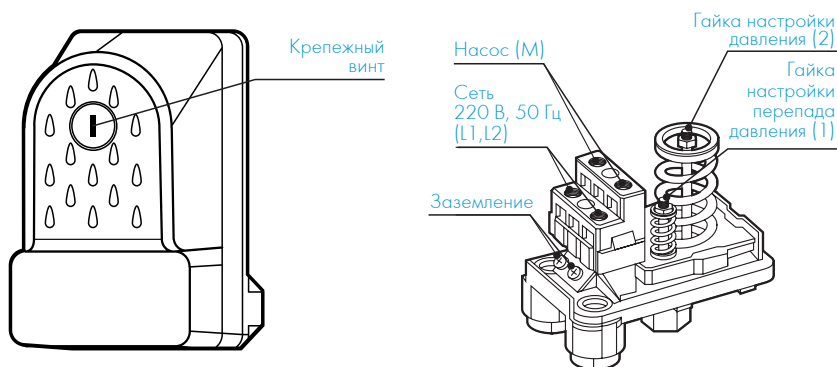

Рисунок 3
- отвинтив крепежный пластмассовый винт (см. рисунок 3), снять крышку реле.